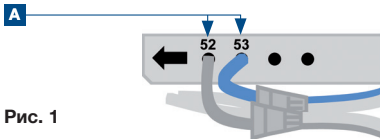

Рис. 1
- 05 В кабельный штекерный разъем XE2 вставить перемычку (**рисунок 1**):